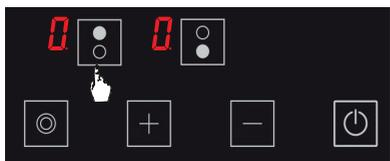

Abbildung 15
2. Drücken Sie die Auswahlstaste obere Kochzone () erneut. (Siehe Abb. 15)